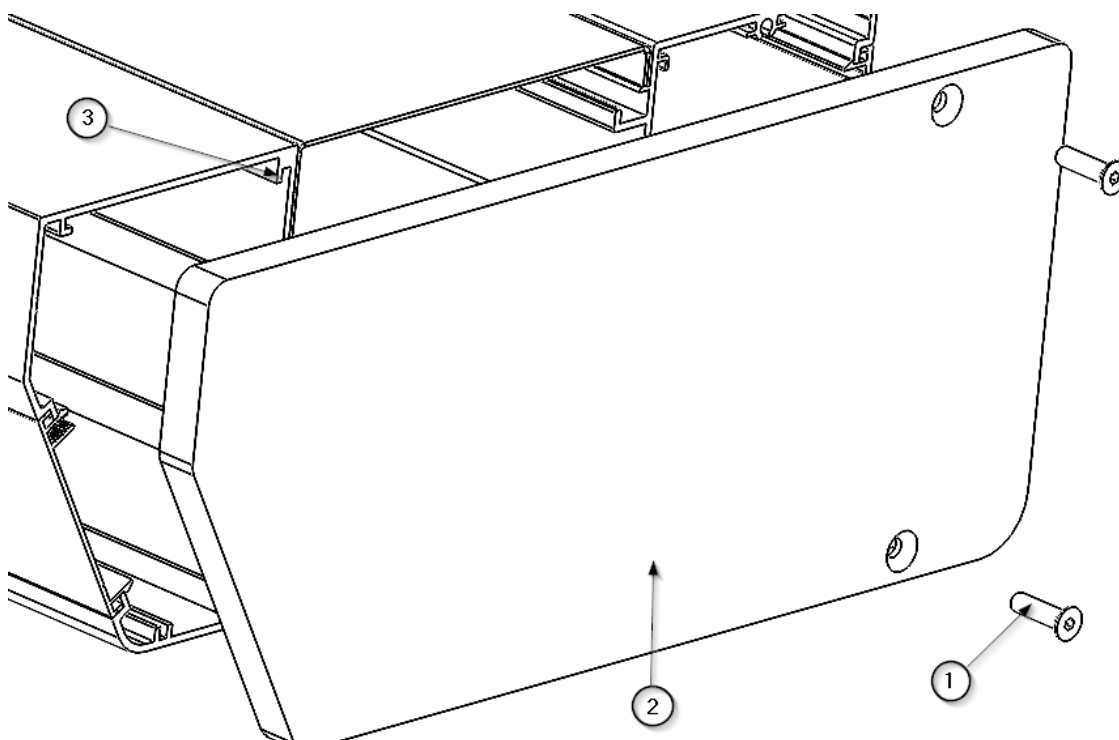

Fig. 2 Démontage/montage des embouts sur le corps principal TOR
- Déplacez maintenant les couvercles supérieurs du corps principal ① les plus proches des côtés de pression avec vos mains, en les déplaçant d'abord en direction du corps principal et, une fois que le tuyau de descente ② a été sauvegardé, en les tirant vers le haut. Voir la figure 2.